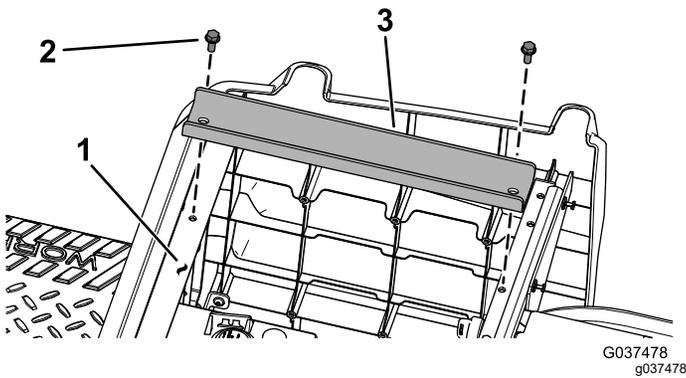

Bild 7
- 3. Befestigen Sie die beiden Ladepritschen-Stützhalterungen mit vier Blehschrauben (5/16" x 3/4") an den Sitzstützen, wie in **Bild 7** dargestellt.